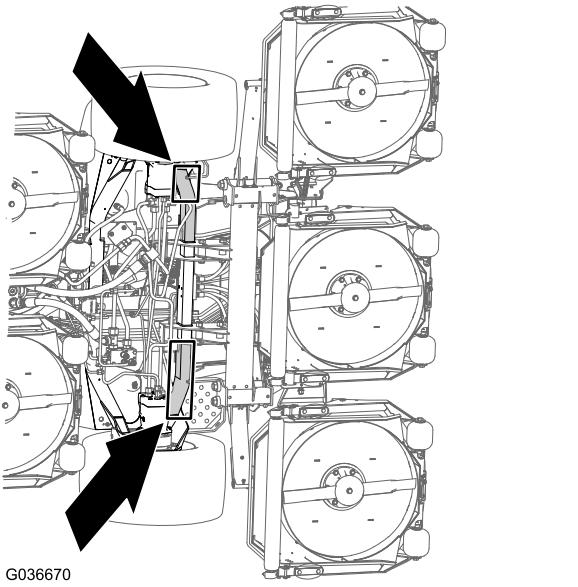

Рисунок 54
**Передняя часть машины** — на раме машины, впереди приводных мотор-колес (Рисунок 54)